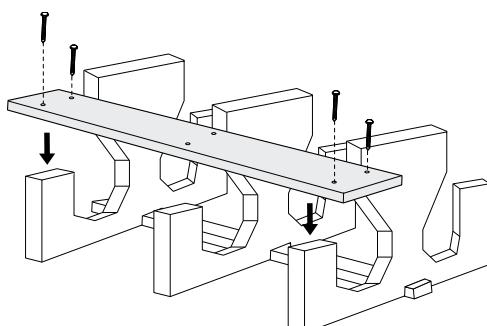

Figure 2
2. Placez une planche de chaque côté des bases en plastique (section des sièges). Prépercez les trous aux extrémités des planches à l'aide de la perceuse et de la mèche de 3/8 po. Fixez sans serrer les planches aux bases en plastique à l'aide des tire-fonds de 4 po, de la perceuse et de la douille tournevis de 3/4 po (à bien visser plus tard à l'étape 7). (Voir Figure 2)